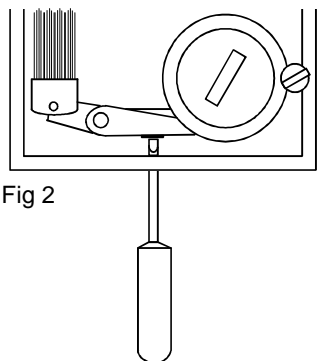

Fig 2
Kalibreringsskruven nås med en smal skruvmejsel genom gälarna i den nedre gaveln. Se fig 2.
3. Drehen Sie den Hygrostatdrehknopf, bis Sie den Schalterpunkt finden. Wenn der Schalterpunkt-Wert höher ist als der gemessene Ist-Wert, drehen Sie die Kalibrierungsschraube hinein, wenn der Schalterwert niedriger ist als der gemessene Ist-Wert drehen Sie die Kalibrierungsschraube heraus. Die Kalibrierungsschraube ist durch die Schlitz am unteren Ende der Hygrostat mit einem schmalen Schraubendreher erreichbar (Bild 2). Stellen Sie den Drehknopf auf die tatsächlich gemessene Feuchtigkeit und drehen Sie die Kalibrierungsschraube, bis der Schalter schaltet.